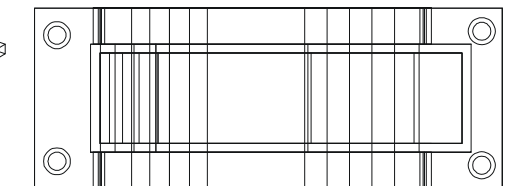

图 12-1-16
STEP 01 把视图转到顶视图, 在俯视图画出圆直径分别为 30, 20 的两个同心圆, 然后把该同心圆进行镜像和多重复制, 效果如图 12-1-16 所示。